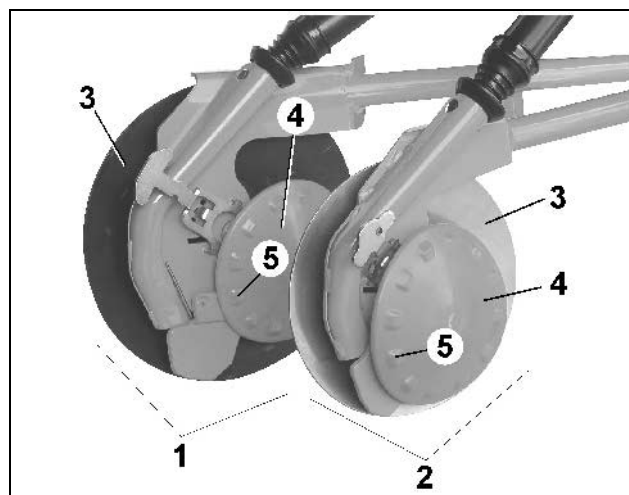

Fig. 19
- RoTec (Fig. 19/2)
- RoTec + (Fig. 19/1)
Le RoTec AMAZONE est conçu pour le semis après labour et le semis mulch. Le sillon est formé par le disque en acier et le corps en fonte. La face interne du disque est nettoyée par le disque souple en polyuréthane (PU) (Fig. 19/4), qui est ici pressé contre le disque en acier. Les plots limiteurs (Fig. 19/5) contribuent à l'entraînement.
Le disque en polyuréthane (Fig. 19/4) sert également à limiter la profondeur en roulant sur le sol et à limiter la profondeur de pénétration dans le sol du disque en acier. La profondeur de pénétration se règle sur trois positions, de 2 à 4 cm (chap.). Le disque de limitation de profondeur peut être enlevé sans outils pour un semis à une profondeur supérieure à 4 cm.